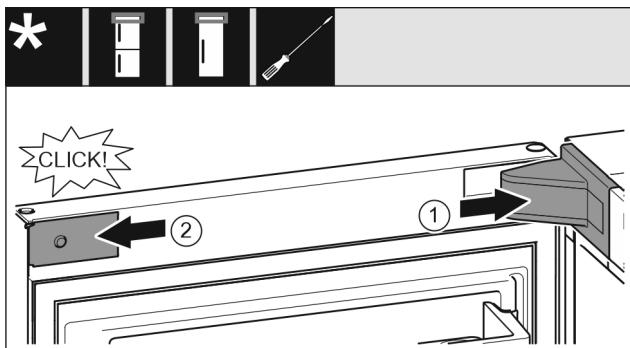

Fig. 19
- Поставете и фиксирайте капака на лагерната стойка, при нужда внимателно го натиснете настрани. Fig. 19 (1)
- Поставете странично капачката и я фиксирайте. Fig. 19 (2)